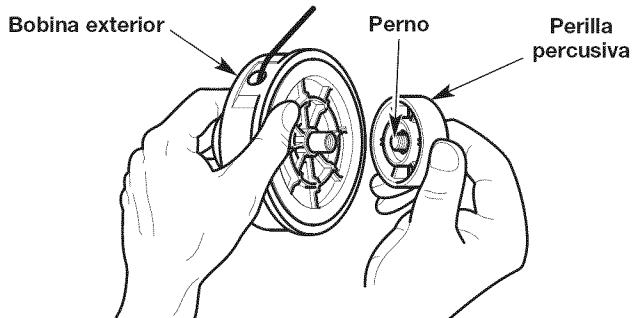

Fig. 15
- Sostenga la bobina exterior con una mano y desenrosque la perilla de impacto en sentido a las agujas del reloj (Fig. 15).